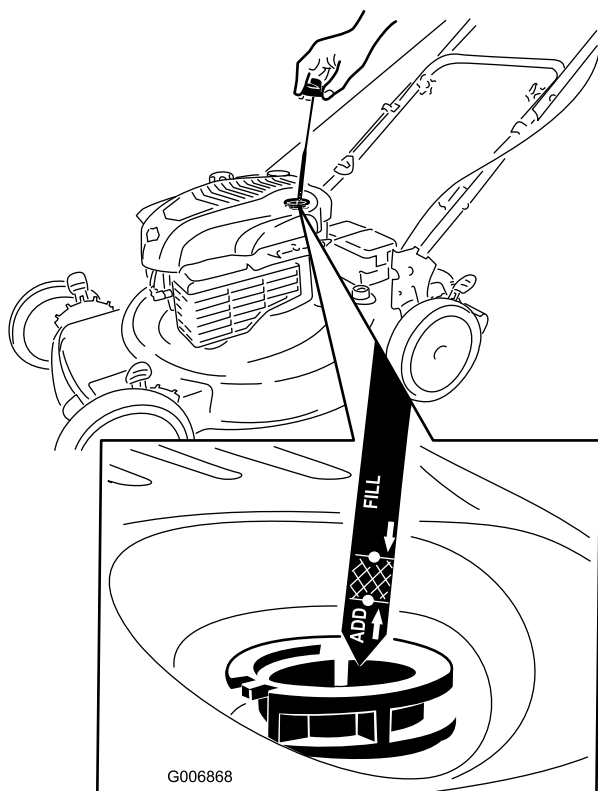

Figura 10
2. Retire la varilla y compruebe el nivel de aceite (Figura 10). Si el nivel de aceite está por debajo de la marca "**Add**" de la varilla, vierta **lentamente** aceite en el tubo de llenado hasta que el nivel llegue a la marca "**Full**" de la varilla. **No llene demasiado.** (Capacidad máxima: 0,59 l (20 onzas), tipo: SAE 30, aceite detergente con clasificación de servicio API SF, SG, SH, SJ, SL o superior.)
1. Retire la varilla, límpiela, y vuelva a colocarla (Figura 10).